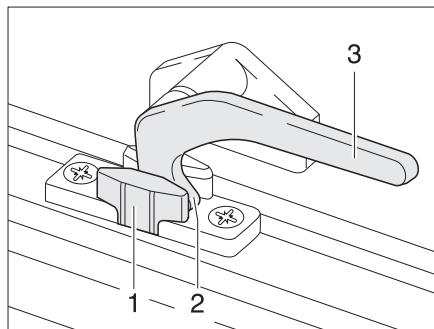

Fig. 67 Levier de verrouillage en position "Aération permanente"
- En position "Aération permanente" (Fig. 67)
- Tourner le levier de verrouillage (Fig. 67,3) d'un quart de tour vers le centre de la fenêtre.
- Remettre le levier de verrouillage en position initiale. Le tenon de verrouillage (Fig. 67,2) doit pénétrer alors dans le logement prévu à cet effet dans le verrouillage de fenêtre (Fig. 67,1).